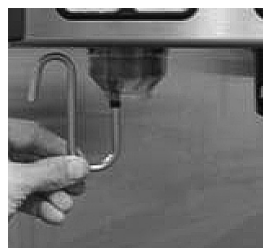
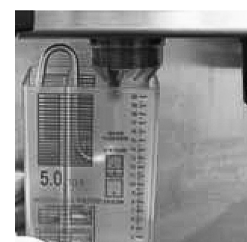

Figura 4.
Figura 5.
4. Inserte el tubo "S" através de la abertura de la boquilla y dentro de la boquilla del Puerto deseado (Figura 4) Refierase al "Diagrama Posicion de Boquilla" mostrado abajo para verificar la marca de jarabe que coincide con el Puerto de la boquilla.
(Ver la Figura 4 la Figura 5.)